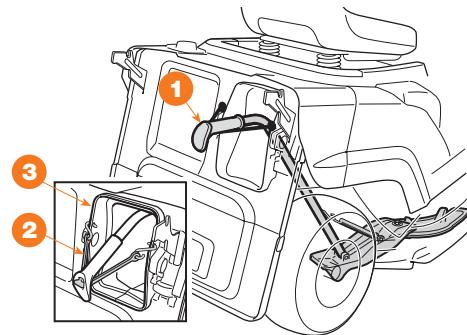

Рис. 13
- Установить режущий узел в самое верхнее положение и установить оснастку для «мульчирования» ① через отверстие для выброса, протолкнув ее до упора в выбросной канал (Рис. 13).
- Закрепить две эластичные тяги ② в отверстиях по бокам выбросного канала ③. Затем прикрепить контейнер для сбора травы.